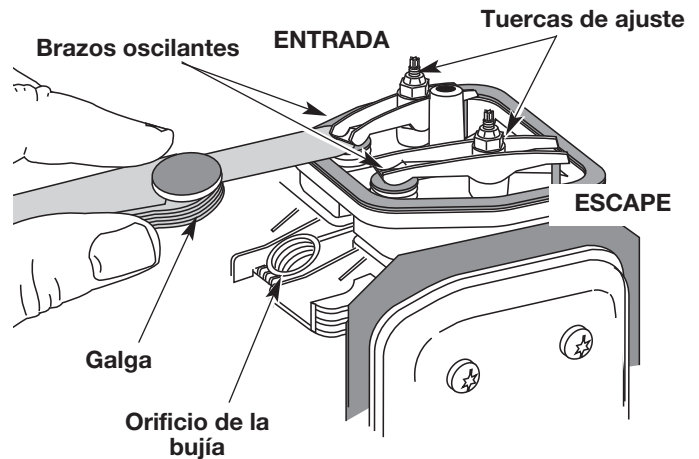

Fig. 33
- El pistón se encuentre en la parte superior de su recorrido. Mire el agujero de la bujía para ver el pistón (Fig. 33)
El huelgo recomendado para las válvulas de entrada y de escape es 0,076 – 0,152 mm (0,003 – 0,006 pulgadas). Use un calibrador regular de automóvil de 0,127 mm (0,005 pulgadas). El calibrador debe deslizarse entre el balancín y el vástago de la válvula con una ligera cantidad de resistencia, sin doblarse (Fig. 33 y 34).